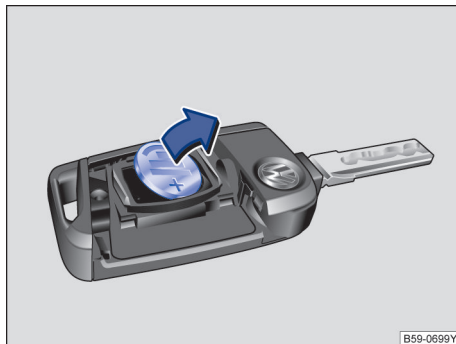

图 49 汽车钥匙：取出旧电池
- 用一合适的扁平器具从电池盒里撬出电池→图 49。
- 安放新电池，然后沿→图 49 箭头相反方向将其推入电池盒内。